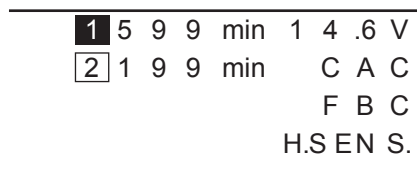

図1
- コントロールパネルのステータス表示で、バッテリー残量が十分にある。(図1)